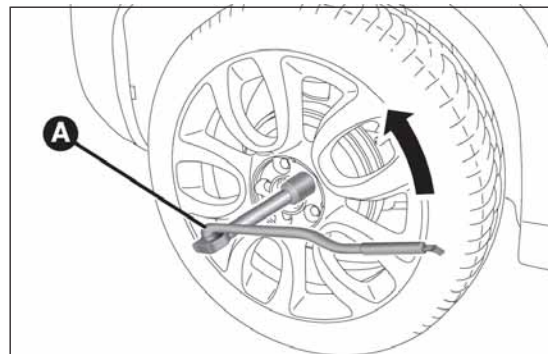

fig. 33
- ☐ prendere la chiave A fig. 33 ed allentare di circa un giro le colonnette di fissaggio. Per le versioni dotate di cerchi in lega, scuotere la vettura per facilitare il distacco del cerchio dal mozzo della ruota;